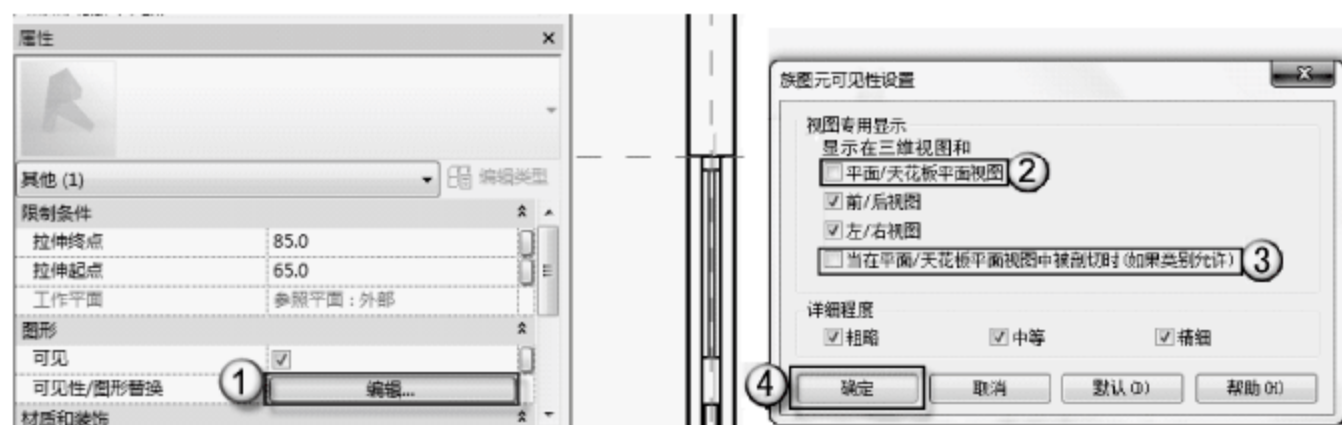

图 6.1.104 修改子母门中部窗户玻璃的可见性
(24) 修改子母门中部窗户玻璃的可见性。在“属性”面板中,单击“图形”栏“可见性/图形替换”后的“编辑”按钮,弹出“族图元可见性设置”对话框,取消“平面/天花板平面视图”和“当在平面/天花板平面视图中被剖切时(如果类别允许)”复选框的选择,单击“确定”按钮,如图6.1.104所示。